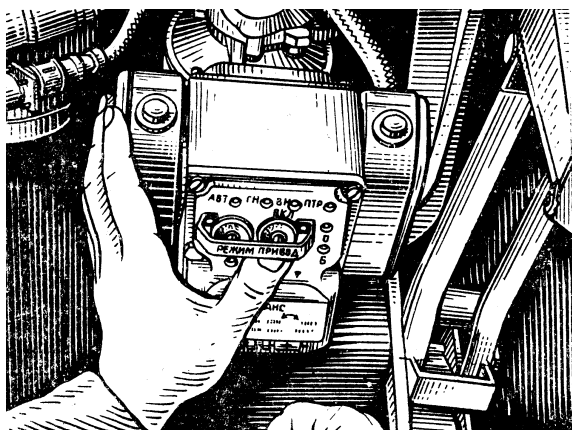
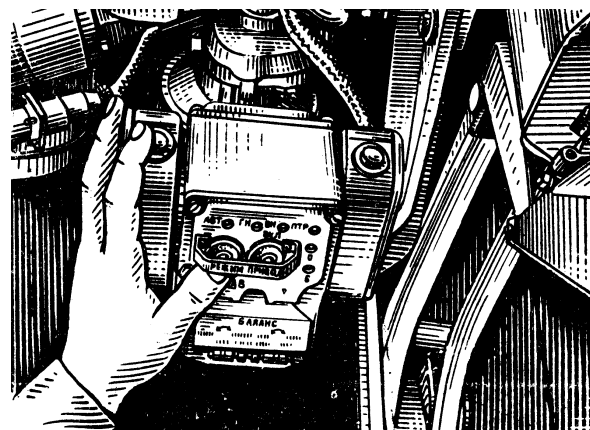

Рис. 32. Переведення вимикача «ПРИВОД» у положення «ВКЛ.»
Рис. 33. Установка перемикача РЕЖИМ у положення АВТ. (ПАВ)
- вмикає стабілізатор озброєння та перевіряє його роботу в автоматичному і напівавтоматичному режимах, для чого переводить вимикач «ПРИВОД» у положення «ВКЛ.»7 (рис. 32), а перемикач режиму роботи стабілізатора в положення «АВТ.» чи «ПАВ.» (рис. 33) і за 15-20 сек після ввімкнення стабілізатору озброєння (що визначається по загорянню на пульті управління світлових діодів «ВН», «ГН», «АВТ.» або «ПАВ.») береться руками за рукоятки пульта та, попередивши командою «**Наведення пультом**», відхиляє рукоятки пульта управління від себе та на себе для надання спареній установці відповідних кутів підвищення (зниження) та обертає пульт управління навколо вертикальної осі для повороту башти праворуч і ліворуч;